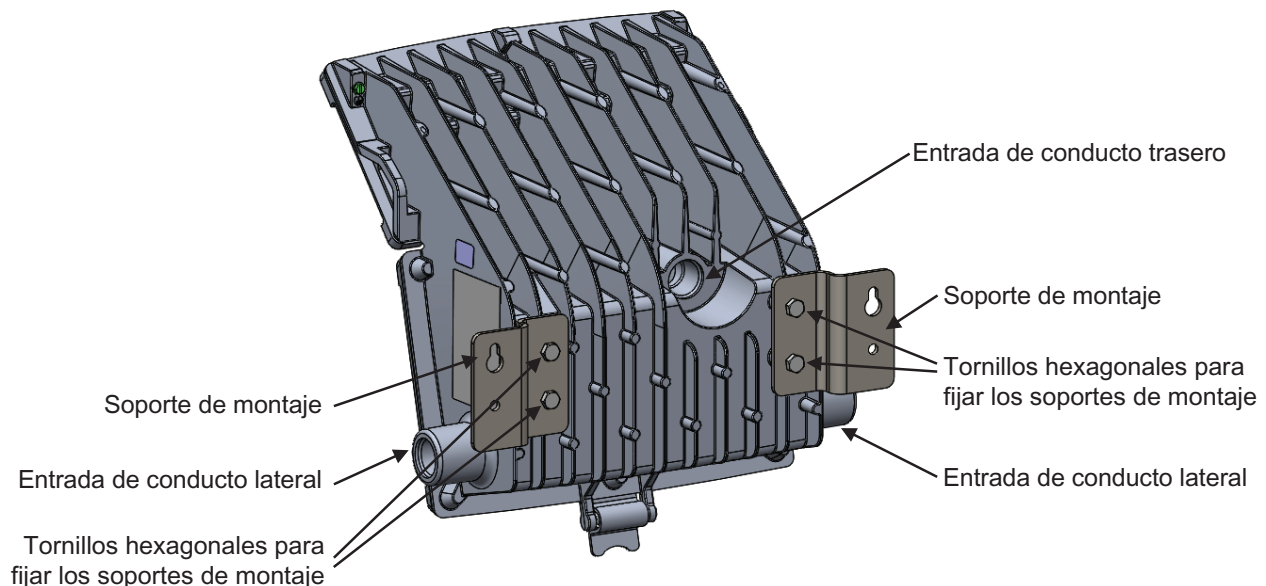

Figura 1
2. La luminaria se proporciona con tres entradas de conducto NPT de 3/4" y viene con dos tapones NPT que no están instalados (Figura 1). Tape las entradas de conducto que no se estén utilizando. Para evitar rozaduras y garantizar una impermeabilidad absoluta, lubrique los tapones de conductos con el lubricante HTL de la serie Crouse-Hinds de Eaton antes de la instalación, y asegure firmemente con la llave inglesa con al menos cinco (5) roscas completas acopladas (42-52 ft-lb para 3/4").